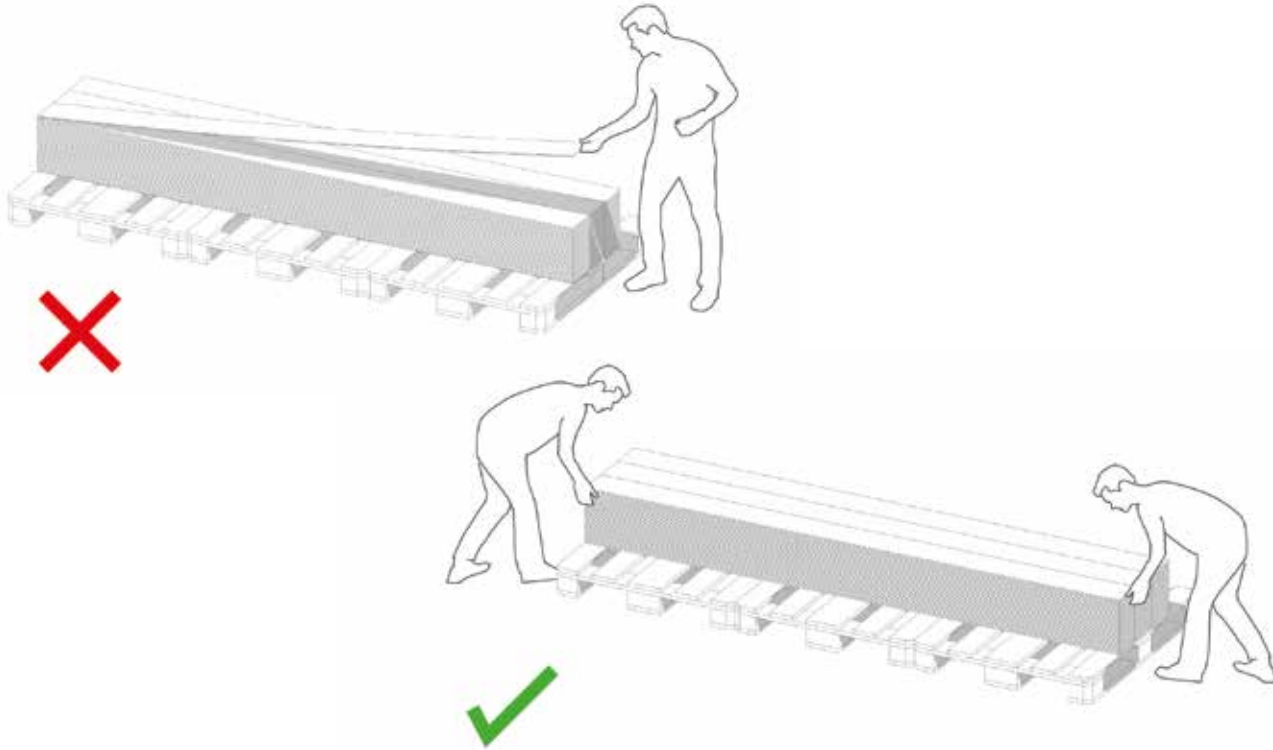

Fig. 7 – Ikke skyv planker/ løft planer rett opp
- Løft plankene rett opp, ikke skyv dem mot hverandre (se fig. 7)